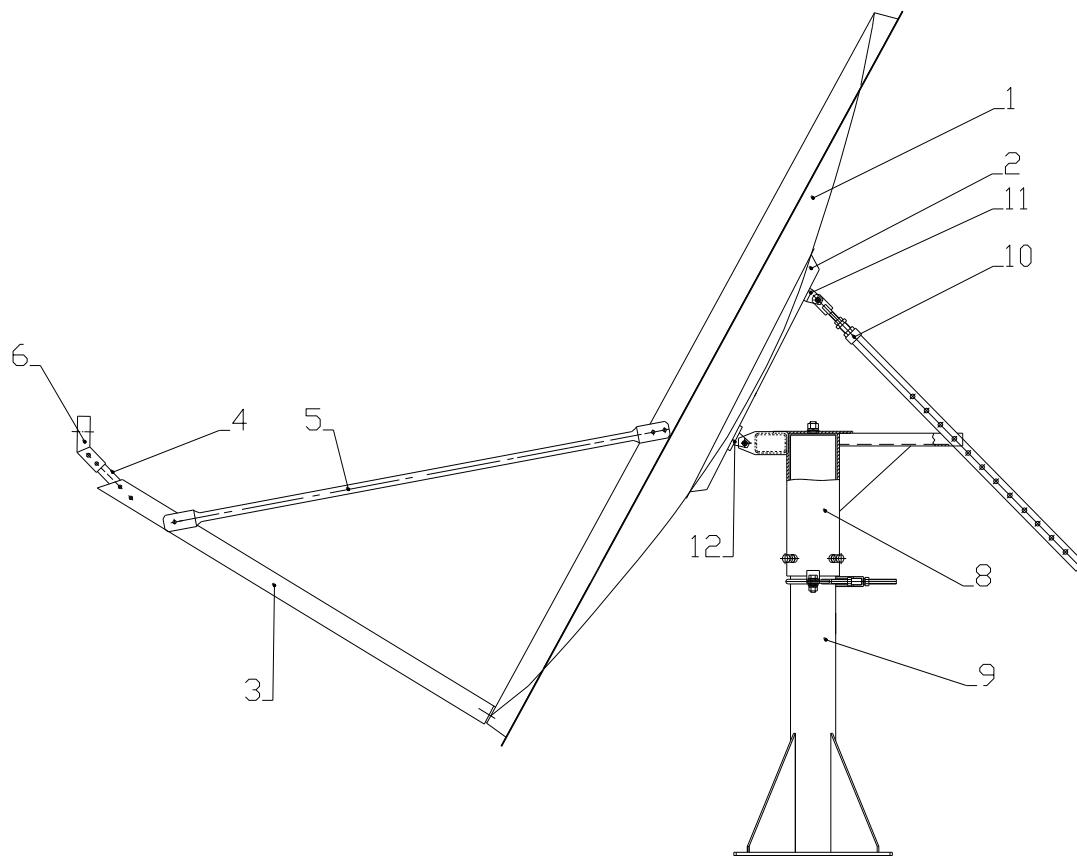

Рис.1
3. Установку рефлектора на ОПУ необходимо производить вчетвером. Троє держат рефлектор, а четвертий заводит ушки ОПУ в проушины кронштейнов. Вставить в отверстия спецболты M12. Закрепить. Совместить проушину верхнего кронштейна с тягой ОПУ и закрепить спецболтом M12(см. Рис.1)